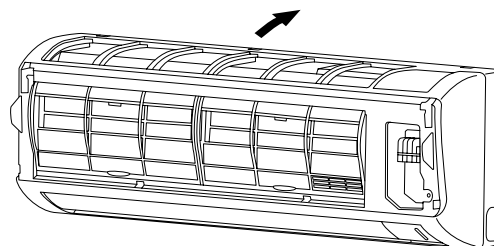

Abb. 3-88
- (1) Zur Anbringung des Gitters zunächst seine Unterkante in den Rahmen einsetzen. (Abb. 3-88)